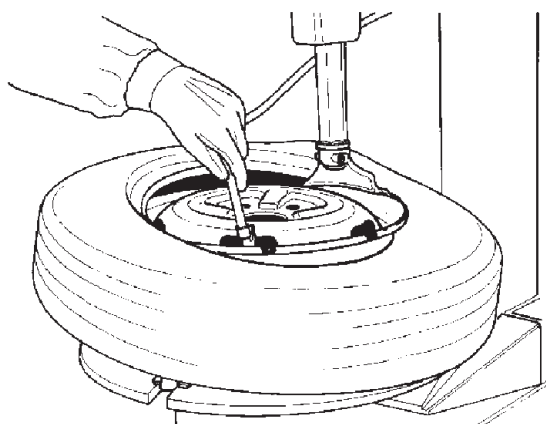

Fig. 5.1-3
D. Monter le premier talon comme décrit à la section 4.2.B. Placer la chambre à l'intérieur du pneu et brancher le conduit de gonflage à la valve pour maintenir la chambre en place. (Fig. 5.1-3). Monter le deuxième talon comme le premier.